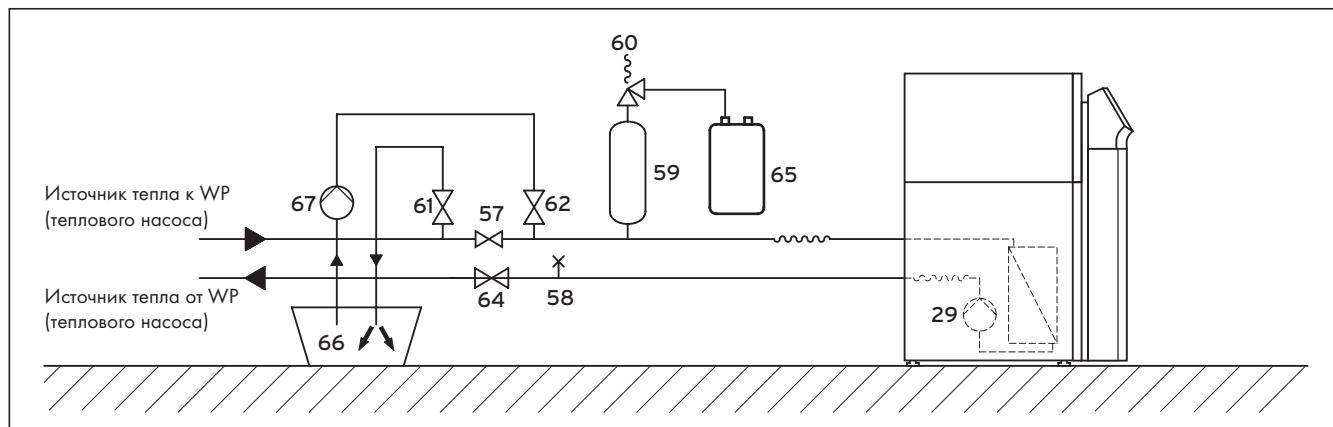

Рис. 6.3 Контур рассола
- Закрепите свободный конец шланга заполнения на вентиле для заполнения и опорожнения отопительного контура (рис. 6.3, поз. 1).
- Нажмите на белый рычаг переключения (3) на головке двигателя 3-ходового переключающего клапана системы охлаждения (2) так, чтобы он зафиксировался в своем среднем положении.
#### Пояснение к рис. 6.3
- Откройте запорный вентиль (см. рис. 6.3 поз. 57), чтобы воздух мог выходить между запорными вентилями (см. рис. 6.3 поз. 61) и (62).
- Закройте запорный вентиль (см. рис. 6.3 поз. 61), и создайте давление в контуре рассола посредством насоса заполнения (см. рис. 6.3 поз. 67). Следите за тем, чтобы давление не превышало 3 бар.
- Теперь закройте также и запорный вентиль (см. рис. 6.3 поз. 62).
- Выключите насос заполнения (см. рис. 6.3 поз. 67) и удалите шланг для заполнения и опорожнения контура рассола.
- Откройте предохранительный клапан (см. рис. 6.3 поз. 60), чтобы сбросить возможное избыточное давление. Компенсационный резервуар рассола (59) должен быть заполнен жидкостью на 2/3. Проверьте, что клапан (см. рис. 6.3 поз. 61) закрыт.